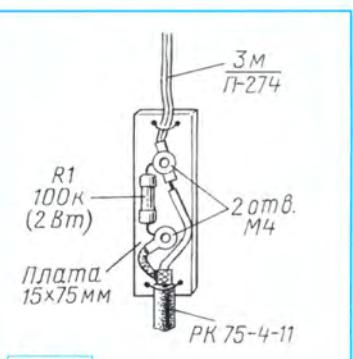

Рис. 3
2. К одному из концов кабеля (условно — верхнему) припаиваем лепестковые клеммы М4: отдельно — к центральному проводнику, отдельно — к оплётке. Закрепляем эти клеммы винтами М4 на пластине размерами 75×15 мм из стеклотекстолита толщиной 1,5 мм (**рис. 3**). Между центральным проводником и оплёткой закрепляем на этих винтах за выводы резистор МЛТ-2 100 кОм (для снятия статического электричества). Затем центральный проводник соединяем с верхним полотном